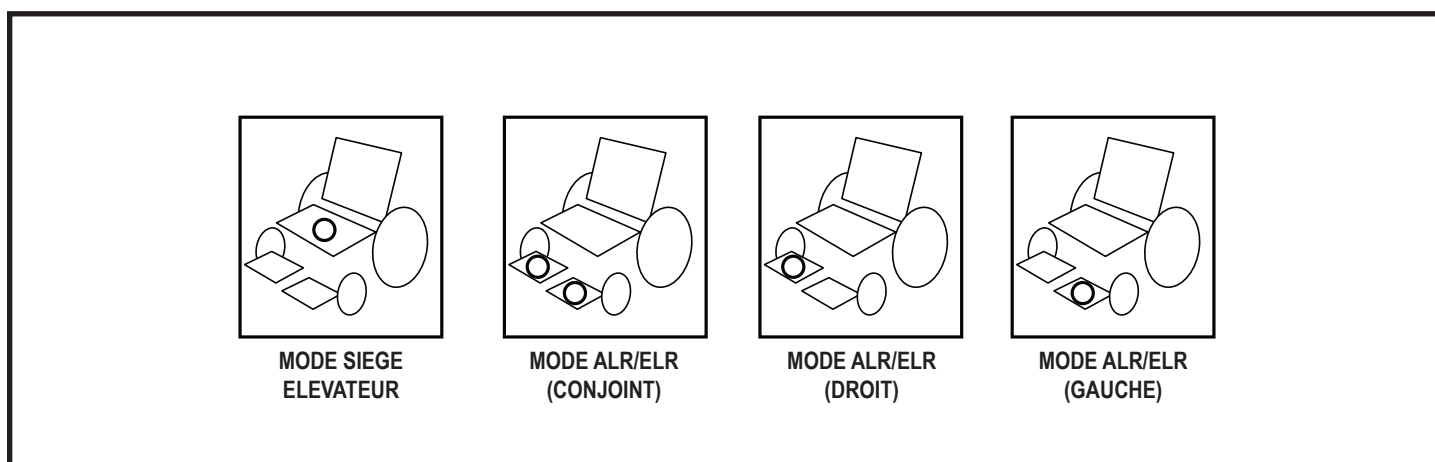
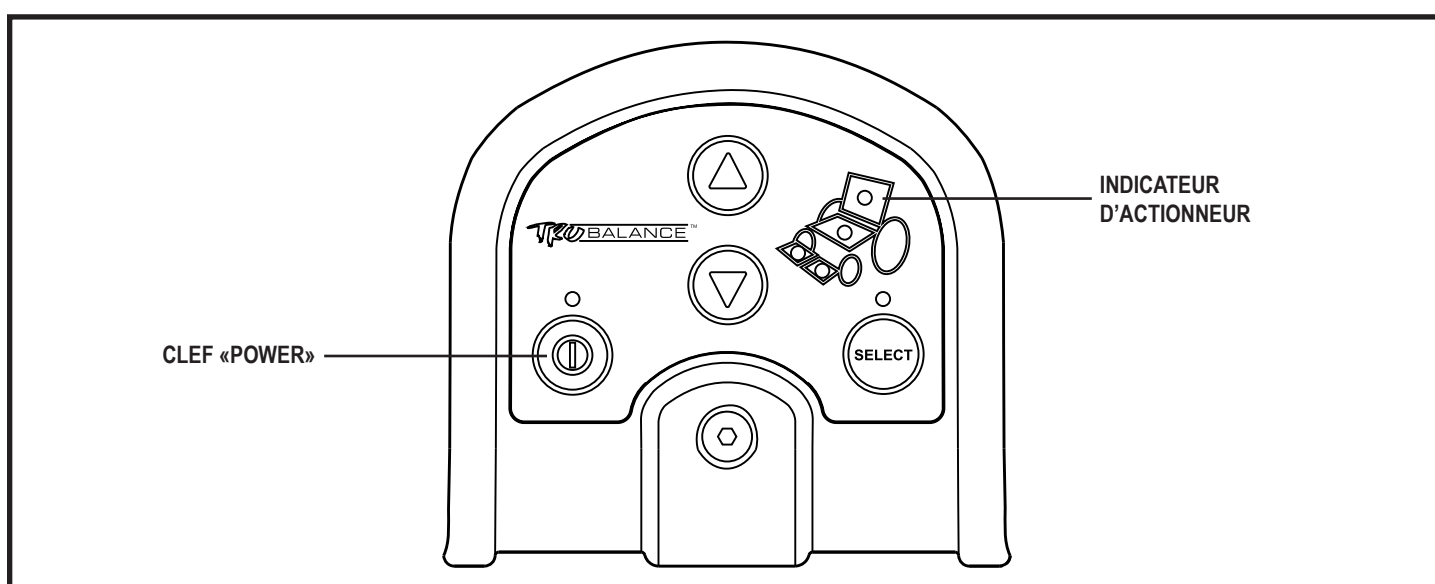

Figure 14. Modes actionneur
Figure 15. Fonctions de module de contrôle pour aidant
3. Poussez la manette vers la droite pour choisir un actionneur. Les voyants indiqueront quel actionneur est sélectionné. **Voir la figure 14.**
Votre siège Synergy peut être équipé d'un modules pour aidant (**voir la figure 15**). Les actionneurs peuvent être opérés à partir du contrôleur, d'un commutateur, ou par un aidant à partir d'un module pour aidant. Toute commande donnée via le module pour aidant surpassera les commandes données par le commutateur de l'utilisateur. Pour régler l'un des actionneurs, appuyez sur "Select" pour les faire défiler jusqu'à ce que l'actionneur à régler soit allumé sur l'indicateur de l'actionneur (**voir la figure 14**), puis appuyez sur la flèche vers le haut pour augmenter la hauteur ou l'inclinaison ou le flèche vers le bas pour diminuer la hauteur ou l'inclinaison.